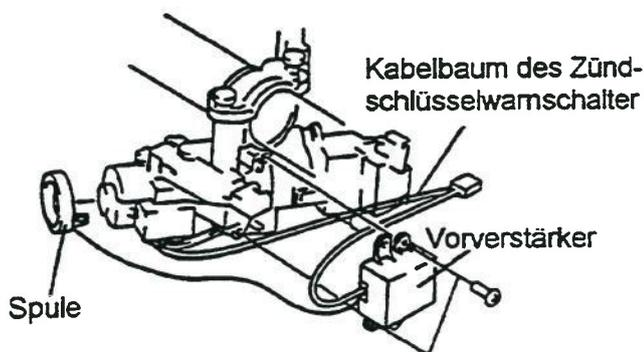

Abb. 2-a (außer Xedos-9)
3. Spule und Vorverstärker, wie in Abb. 2-a gezeigt, austauschen und die Teile in umgekehrter Reihenfolge wieder einbauen.